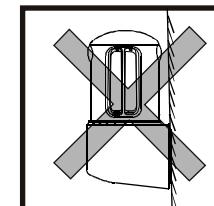

Fig. 3
7. Richt de sensorkop buitenhuis niet naar boven om te voorkomen dat de sensor beschadigd raakt door water. Fig. 3